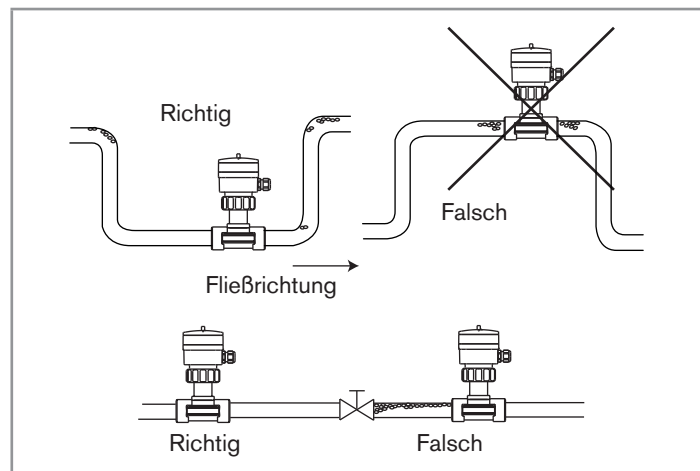

Bild 8: Zusätzliche Installationsempfehlungen
- Bei der Verwendung für alle Messverfahren die folgenden zusätzlichen Montagebedingungen beachten, um eine korrekte Funktion des Messgerätes zu gewährleisten (Bild 8 und Bild